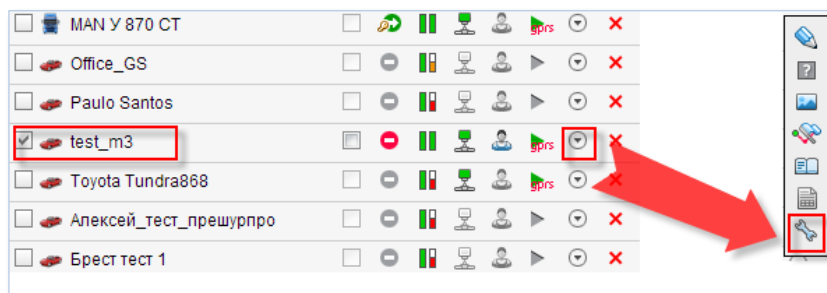

Рисунок 17. Выбор свойств объекта
- б) выберите нужный объект, нажмите кнопку «Открыть дополнительное меню» и выберите «Открыть диалог свойств» (Рис. 17);